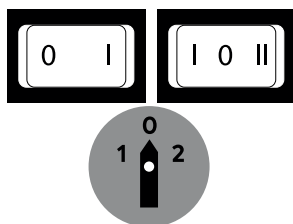

Fig. 1
- Tout type d'opération, que ce soit le nettoyage, le contrôle du produit traité, le réglage, le montage, etc., doit toujours être effectuée avec la machine à l'arrêt, c'est-à-dire avec l'interrupteur en position zéro (voir Fig. 1) et la fiche du câble d'alimentation débranchée de la prise de courant, afin d'éviter tout démarrage involontaire possible pendant une phase différente que celle de traitement.
- Insérer l'hélice (E) horizontalement dans le corps (C), du côté de l'arbre cannelé, en la guidant sur la douille (D), (pièce située à l'intérieur du corps (C)).
- Pendant cette phase, tourner éventuellement légèrement l'hélice (E) de sorte à faciliter l'introduction de l'accouplement dans la prise de force du moteur. Compléter le montage de l'option comme décrit dans la section spécifique.
- Seulement à ce stade, après avoir soigneusement vérifié que l'interrupteur du moteur soit en position 0 (Fig.1), la fiche peut être insérée dans la prise de courant.
- Charger ensuite le produit à traiter sur la trémie et l'insérer dans la bouche en facilitant l'introduction exclusivement à l'aide du presseur (L) et jamais avec les mains.
1. Insérer le ressort sur le manchon (G) du côté du cadre.
2. Insérer le manchon (G) horizontalement du côté de l'arbre cannelé dans le corps (C). Voir également la NOTE à la page suivante.
3. Insérer le filtre (F) sur l'hélice (E) en exerçant une légère pression vers le motoréducteur, suivie d'une rotation dans le sens inverse des aiguilles d'une montre pour le faire s'engager sur le corps (C); (il est recommandé, pendant la phase de montage du filtre, de faire coïncider les encoches d'engagement sur le filtre avec celles du corps).
4. Enfin, monter le collecteur (R), en le bloquant au moyen des ressorts de fixation sur le filtre, et la trémie (T) en l'insérant sur la bouche supérieure du corps.
5. Pour les modèles de motoréducteurs équipés d'un interrupteur/inverseur, l'option presse-tomates doit être activée uniquement en sélectionnant l'inverseur sur la position 1 (Fig.1).